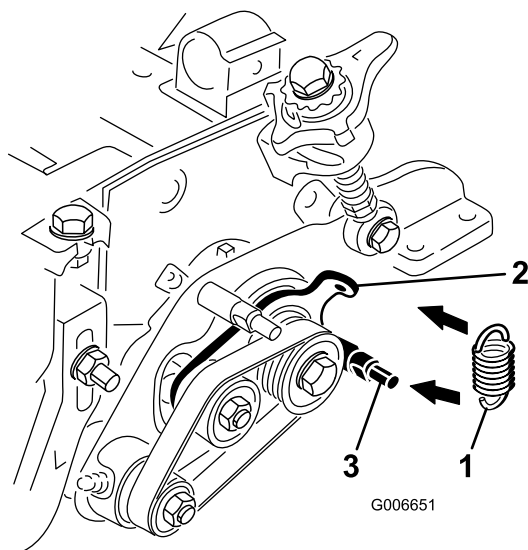

Bild 11
22. Haken Sie die Spannscheibenfeder in das Loch in der Nase der Spannscheibenplatte und um die Rille des unteren Bolzens an der Groomerplatte (Bild 11). Das offene Ende des Federhakens muss zur Antriebsspannscheibe positioniert sein.